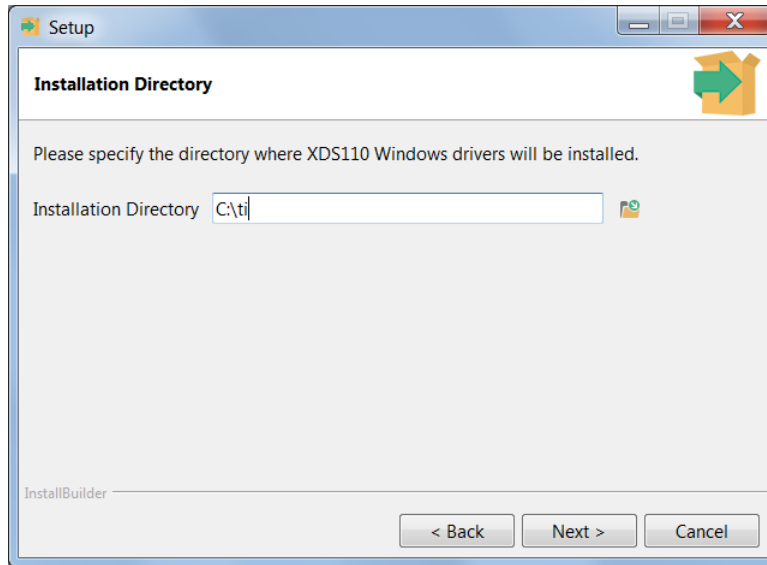

图 7. XDS110 驱动程序安装目录
3. 指定安装路径（默认路径为 c:\ti\），然后继续安装（见图 7）。